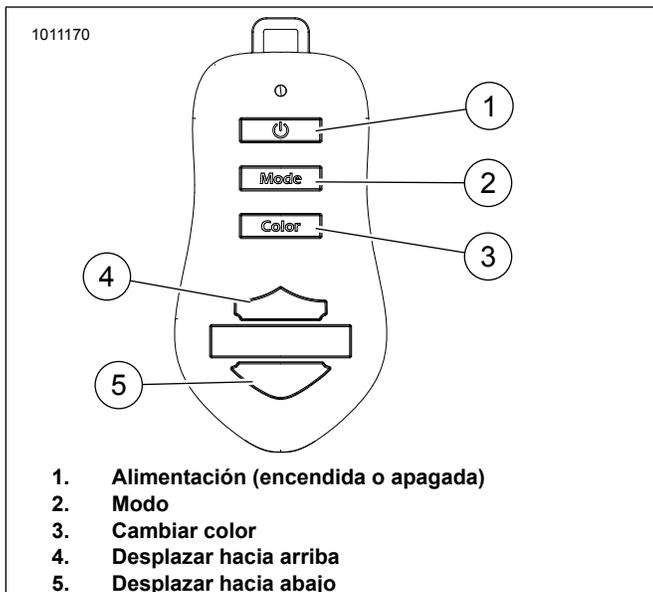

Figura 3. Llavero con mando a distancia
2. Vea la Figura 3. Pulse el botón de Encendido (1) en el llavero con mando a distancia.
1. Vea la Figura 3. Pulse el botón Modo (2) para alternar entre los tres modos.
- b. Pulse el botón Desplazarse hacia arriba (4) para aumentar la velocidad de forma gradual. Mantenga pulsado para aumentar rápidamente la velocidad.
- c. Pulse el botón Desplazarse hacia abajo (5) para aumentar la velocidad de forma gradual. Mantenga pulsado para disminuir rápidamente la velocidad.
1. Vea la Figura 3. Pulse el botón Cambiar color (3) para desplazarse y cambiar las zonas de color.